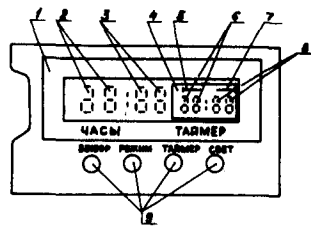

Рис. 2.
5.3. Внешний вид модуля часового в рабочем режиме приведен на рис. 2.
Произведите общий сброс показаний индикатора (поз. 1, рис. 2), нажав одновременно кнопки ВЫБОР и РЕЖИМ (поз. 9, рис. 2) модуля часового. При этом символ часов текущего времени (поз. 2, рис. 2), символ минут текущего времени (поз. 3, рис. 2) и символы индикатора программируемого таймера (поз. 6 и поз. 8, рис. 2) обнуляются.
Кратковременно (1 с) нажмите кнопку РЕЖИМ для входа в режим коррекции показаний минут и кнопкой ВЫБОР установите текущие минуты (поз. 3, рис. 2).
Нажмите кнопку РЕЖИМ для выхода из режима коррекции текущего времени. Для обнуления показаний секунд необходимо, удерживая кнопку РЕЖИМ в течение 3 с, войти в режим коррекции. После чего, отпустив кнопку РЕЖИМ, одновременно нажмите кнопку ВЫБОР для обнуления секунд (поз. 3, рис. 2).
Кратковременным нажатием кнопки РЕЖИМ войдите в режим коррекции показаний индикатора программного управления (поз. 4, рис. 2).
кнопкой ВЫБОР установить показания минут (поз. 8, рис. 2);
кратковременно нажать кнопку РЕЖИМ и кнопкой ВЫБОР установить показания часов времени включения (поз. 6, рис. 2), при этом индицирует указатель « » (поз. 5, рис. 2).
Для установки времени выключения необходимо кратковременно нажать кнопку РЕЖИМ и кнопкой ВЫБОР установить минуты (поз. 8, рис. 2).
Кратковременно нажать кнопку РЕЖИМ и кнопкой ВЫБОР установить показания часов времени выключения (поз. 6, рис. 2). При этом индицирует указатель « » (поз. 7, рис. 2).
Проверьте установленное время выключения приемника нажатием кнопки ТАЙМЕР, при этом индицирует указатель « » (поз. 7, рис. 2).
Для подсветки индикатора часового модуля (поз. 1 рис. 2) нажмите кнопку **СВЕТ** (поз. 9, рис. 2).